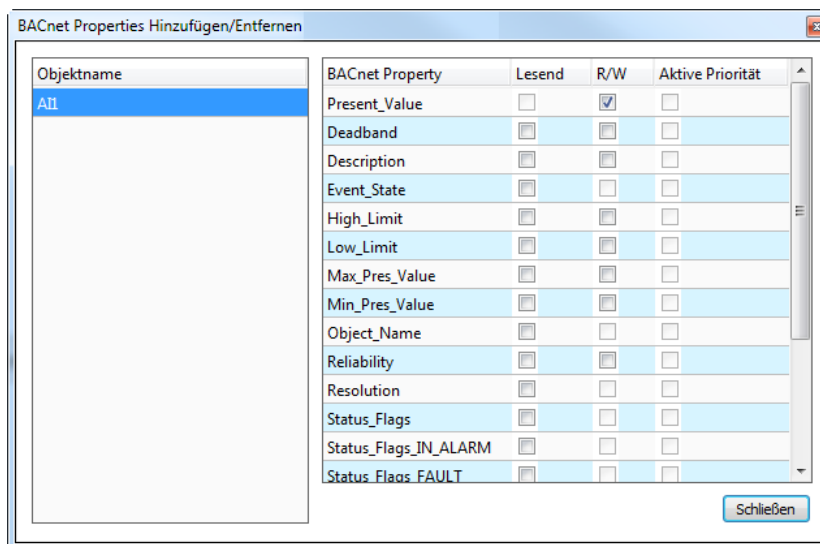

Abbildung 128: Dialog für das Hinzufügen/Entfernen von BACnet Properties.
2. Klicken Sie auf den Datenpunkt mit der rechten Maustaste und wählen Sie **BACnet Properties ...** aus dem Kontextmenü. Der folgende Dialog erscheint (siehe Abbildung 128):